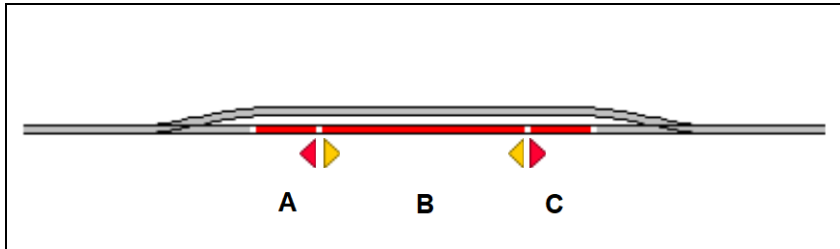
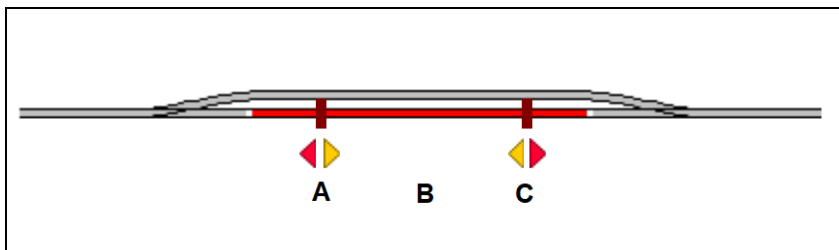
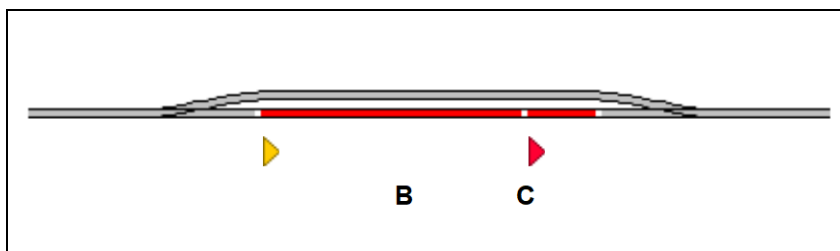

Abbildung 95: Block mit drei Dauerkontakten
Abbildung 96: Block mit Dauerkontakt und Momentkontakten
Abbildung 99: Block mit zwei Dauerkontakten
Abbildung 95 zeigt einen Block mit drei Dauerkontakten. Jeder dieser Melder ist verknüpft mit einem Kontaktmelder in der Software, die A, B und C genannt werden. Alle Melder werden in der Software im selben Block eingetragen. Der Block wird als belegt gemeldet, sobald ein Zug in den Abschnitt A von links oder in den Abschnitt C von rechts einfährt. Der Block bleibt belegt, bis der Zug den jeweils gegenüberliegenden Abschnitt verlassen hat. Melder A ist zusätzlich mit einer Haltemarkierung für Züge markiert, die nach links fahren. Melder C dient einer Haltemarkierung für nach rechts fahrende Züge. Die Züge werden jeweils an der Grenze zwischen B und A bzw. B und C angehalten. Der Melder B wird verwendet für Bremsmarkierungen für beide Richtungen. Züge beginnen abzubremesen, sobald sie in den Abschnitt B einfahren. Die Abschnitte A und C sollten lang genug sein, damit jeder Zug noch sicher vor Erreichen der nachfolgenden Weiche anhält. Auf der anderen Seite sollte jeder haltende Zug komplett in den Block passen. Aus diesem Grund müssen die Grenzen zwischen B und A bzw. C, wo Züge angehalten werden, nahe genug an der Grenze des gesamten Blockes liegen, damit Züge nicht zu früh anhalten und eventuell nicht mehr in den Block passen.
Aus rein technischer Sicht zeigt Abbildung 95 eine optimale Lösung. Der Block wird als belegt gemeldet, solange sich ein Zug in einer der drei überwachten Gleisabschnitte befindet. Zusätzlich wäre sogar eine Unterscheidung möglich, in welcher der drei Abschnitte A, B oder C sich ein Zug befindet. Versehentlich abgekuppelte oder geparkte Wagen können ggf. ebenfalls erkannt werden. Diese Methode ist aber auch relativ aufwendig, da Dauerkontakte vergleichsweise teuer sind und die Schienen an der Grenze jedes Gleisabschnittes für die Stromführung aufgetrennt werden müssen.
Abbildung 96 zeigt einen Block mit einem Dauerkontakt (B) und zwei Momentkontakten (A und C). Jeder ist mit einem Kontaktmelder in der Software verknüpft, die A, B und C genannt werden. Alle Melder werden in der Software beim selben Block eingetragen. Der Block wird als belegt gemeldet, sobald ein Zug aus beliebiger Richtung in den Abschnitt B einfährt. Der Block bleibt belegt, bis der Zug Abschnitt B wieder verlässt. Melder A wird mit einer Haltemarkierung für Züge verwendet, die nach links fahren. C mit einer Haltemarkierung für nach rechts fahrende Züge. Beide Melder werden zusätzlich auch mit einer Bremsmarkierung für die jeweils entgegengesetzte Richtung markiert. Die Positionen von A und C sollten gewährleisten, dass Züge rechtzeitig vor Erreichen der Weichen anhalten. Auf der anderen Seite sollte der längste Zug in den Block passen, falls er hier halten muss. Aus diesem Grund müssen A und C als Haltepunkte nahe genug an der Grenze des gesamten Blockes liegen, damit Züge nicht zu früh anhalten und eventuell nicht mehr in den Block passen.
Die Konfiguration in Abbildung 96 ist normalerweise preiswerter als die aus Abbildung 95, da Momentkontakte normalerweise nicht so teuer wie Dauerkontakte sind. Zu beachten ist aber auch, dass Momentkontakte häufig nicht so zuverlässig arbeiten wie Dauerkontakte.
Abbildung 99 wurde abgeleitet aus Abbildung 95 durch Weglassen des Melders A. Es wird angenommen, dass der Block nur von links nach rechts durchfahren wird. B ist mit einer Bremsmarkierung und C mit einer Haltemarkierung ausgestattet für Züge, die nach rechts fahren.
Die hier vorgestellten Konfigurationen sind nur Beispiele. Situationen wie in Abbildung 99 können auch mit Momentkontakten statt Dauerkontakten oder mit einer Mischung aus beidem gelöst werden ähnlich wie Abbildung 96. Auch andere Konfigurationen sind denkbar. Es gibt keinen besten Weg, einen Block mit Meldern auszustatten. Die optimale Lösung hängt nicht nur von den technischen Anforderungen, sondern auch von dem bei Ihnen bereits vorhandenen Material ab und davon, wie viel Sie für neues Zubehör auszugeben gedenken.